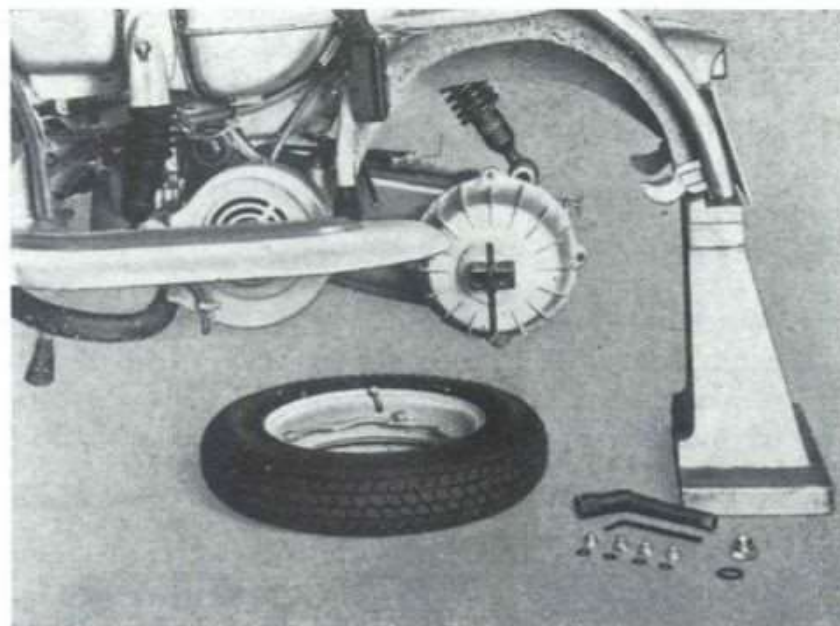

Fig. 12
NOTA - Per le operazioni che comportano lo smontaggio della ruota posteriore o della sospensione posteriore, si deve sostenere la macchina all'estremità della costola centrale ed è opportuno disporre di un supporto, ad esempio del tipo usato per la prima volta nell'op. 15 (vedi fig. 12).
- 16 Smontare la ruota posteriore: svitare i dadi ciechi e sfilare il cerchio dal mozzo; quindi svitare il dado di fissaggio del mozzo sul secondario (chiave da 27) e sfilare il mozzo usando l'attrezzo n. 59826 per i mozzi con due fori per l'attacco dell'estrattore e l'attrezzo n. 64015 per i mozzi con 3 fori per l'attacco dell'estrattore (vedi fig. 12).